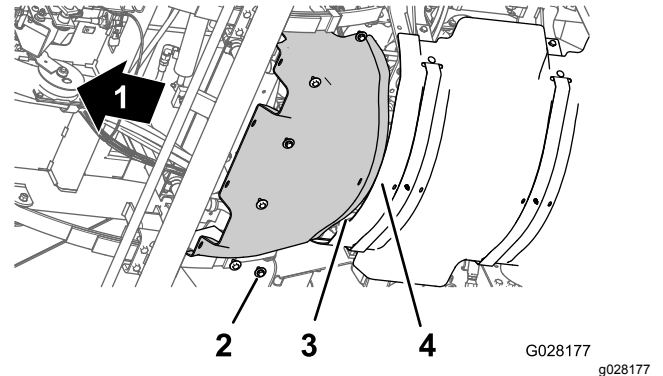

Figure 58
1. Alignez la bride arrière de l'écran pare-chaleur avant et la bride avant de l'écran pare-chaleur arrière (**Figure 58**).
2. Alignez les trous de l'écran pare-chaleur avant et les trous filetés du châssis (**Figure 58**).
3. Montez l'écran pare-chaleur avant sur la machine au moyen des 6 boulons à tête hexagonale et des 6 rondelles (**Figure 58**) retirés à l'opération 3 de Dépose de l'écran pare-chaleur avant \(page 54\).